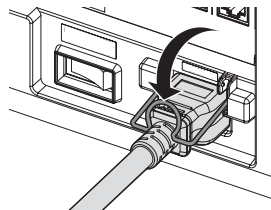

Abb. 3
- 3) Senken Sie die Netzkabelhalterung. (Abb. 3)